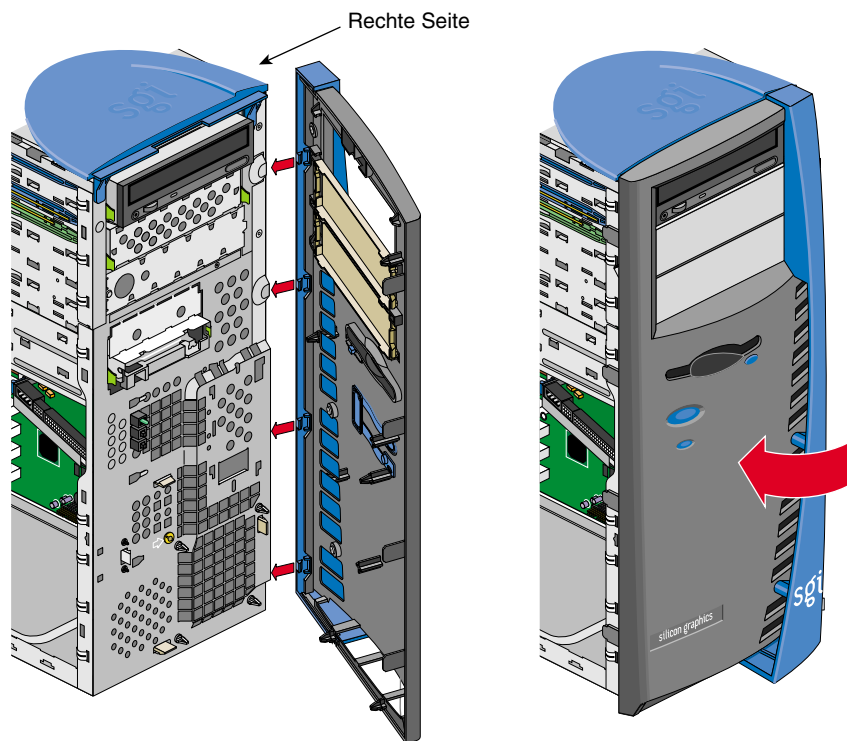

Abbildung 2-31 Anbringen der Frontblende
- An der rechten Seite der Frontblende befinden sich vier Laschen (siehe Abbildung 2-31).
- Führen Sie die vier Laschen an der rechten Seite der Frontblende in die entsprechenden Aussparungen im Gehäuse ein (siehe Abbildung 2-31).